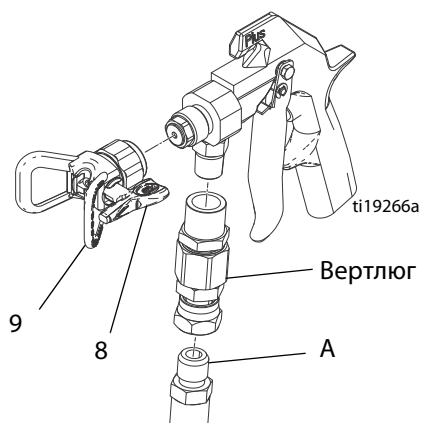

Рис. 2
1. Подсоедините шланг подачи жидкости (A) ко впускному отверстию пистолета. При необходимости используйте вертлюг высокого давления 207946 (заказывается отдельно). См. рис. 2.
2. Запустите насос при извлеченном наконечнике SwitchTip (8) и снятой защитной насадке наконечника (9). Промойте насос в соответствии с прилагаемыми к нему инструкциями. Работайте при максимально низком давлении.
5. Установите наконечник SwitchTip (8) и защитную насадку наконечника (9). См. Рис. 2.